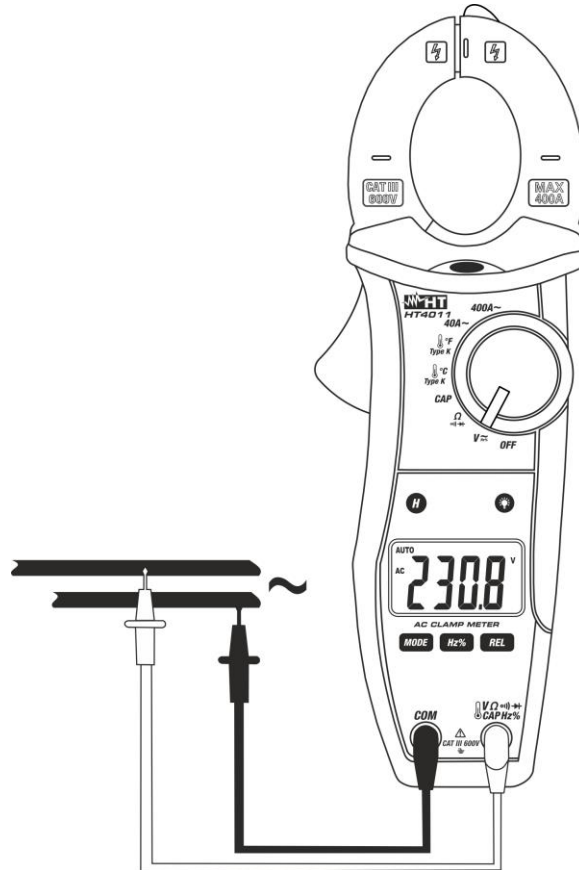

Abb. 4: Verwendung der Zange für Wechselspannungsmessung
5. Stellen Sie die Messleitungen in die gewünschten Punkte des zu messenden Kreises (Abb. 4). Der Spannungswert erscheint auf dem Display.